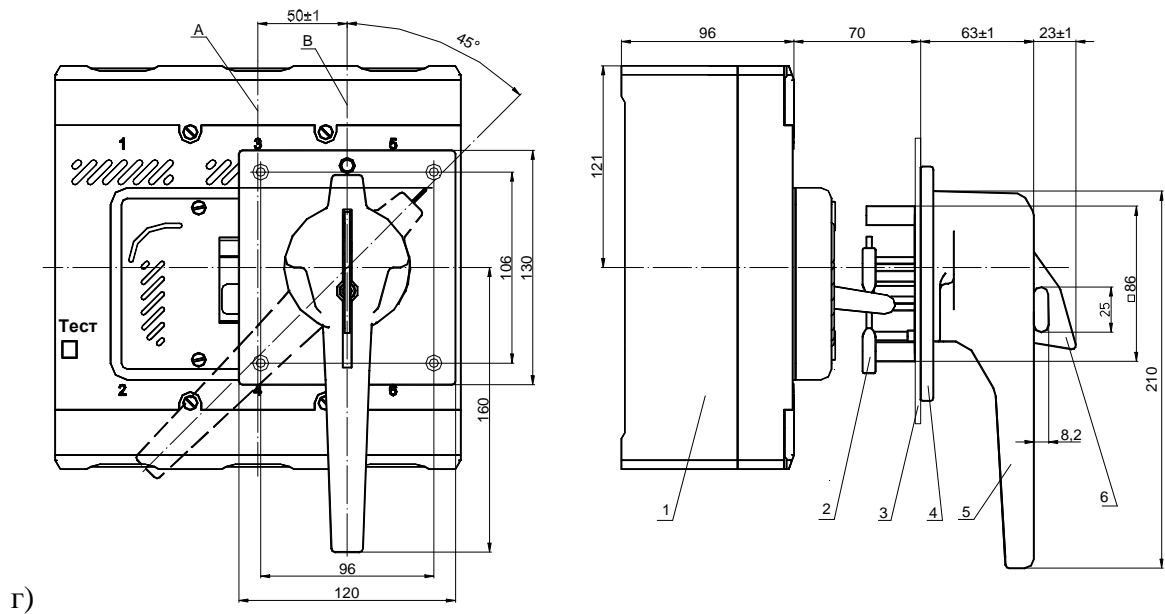

Рисунок 5 - Габаритные, присоединительные размеры выключателей:
- 3) снять с выключателя крышки К (рисунок 5а)